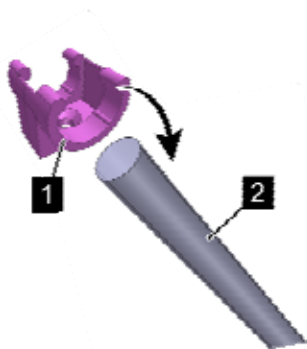

Abb. 1: Halter auf Lichtleiter schieben
1. Schieben Sie die Halter (Abb. 1/1) vorsichtig von einer Seite auf den Lichtleiter (Abb. 1/2) auf.
2. Verteilen Sie die Halter (Abb. 1/1) auf dem Lichtleiter (Abb. 1/2) in gleichmäßigen Abständen alle 35–50 cm.